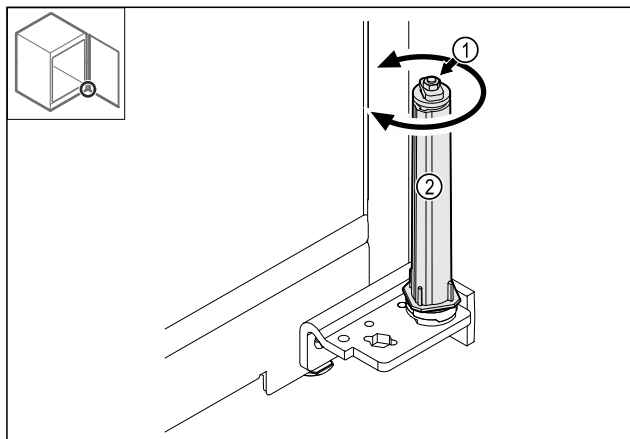

Fig. 41
- ▶ Не розбирайте гвинтове з'єднання Fig. 41 (1) запірного механізму.
- ▶ Поверніть запірний механізм Fig. 41 (2) до відчутного клацання.